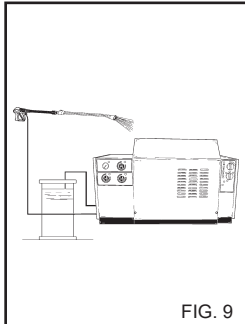

FIG. 9
3) Nach einem Waschvorgang mit Reinigungsmittel den Absaugzyklus nachspülen; das Absaugrohr (Fig. 9) in einen Kanister mit sauberem Wasser stecken und die Pumpe bei völlig geöffnetem Dosierung-shahn und eine Minute lang laufen lassen. Den Vorgang wiederholen, indem der Wahlschalter für Reinigungsmittel zunächst auf die Pos. „1“ und dann auf die Pos. „2“ gestellt wird.
- 5) Nach einem Waschvorgang mit Reinigungsmittel den Absaugzyklus nachspülen; das Absaugrohr (Fig. 9) in einen Kanister mit sauberem Wasser stecken und die Pumpe bei völlig geöffnetem Dosierungshahn und bei Lanze in Reinigungsmittel-Abgabeposition eine Minute lang laufen lassen.